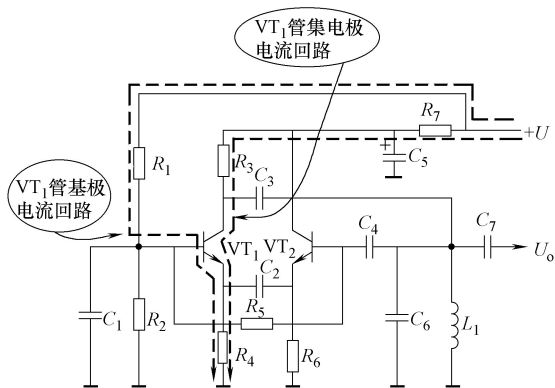

图 12-25  $VT_1$  管直流电流回路示意图
1)  $VT_1$  管直流电路分析。如图 12-25 所示是  $VT_1$  管直流电流回路示意图。直流工作电压  $+U$  经  $R_7$ 、 $R_3$  加到  $VT_1$  管集电极, 其中  $R_3$  是  $VT_1$  管的集电极负载电阻,  $R_7$  是退耦电阻 ( $C_5$  是退耦电容)。  $R_1$ 、 $R_2$  分压后给  $VT_1$  管加上基极偏置电压,  $R_4$  是  $VT_1$  管的发射极电阻。